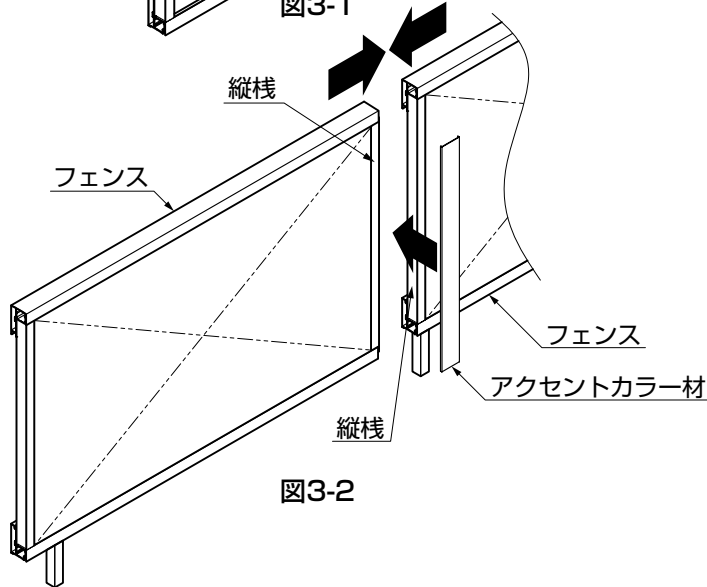

図3-2
- ①アクセントカラー材をフェンスの表面の縦棧にはめ込んでください。(図3-2参照)
- ②連結するフェンスの左右縦棧にアクセントカラー材を付ける場合は、アクセントカラー材が縦棧にしっかり組み付いたことを確認した後、フェンスと柱のブラケットを固定してください。(図3-2参照)